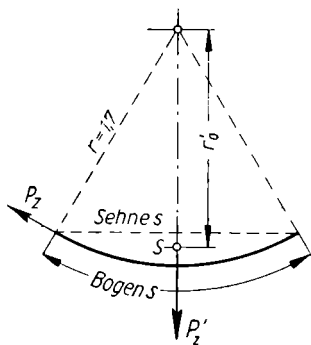

Bild 66
$$r'_0 = r \cdot \frac{\text{Sehne } s}{\text{Bogen } s} \text{ (Bild 66)} = 1,7 \text{ m} \cdot \frac{1,7 \text{ m}}{\frac{1}{6} \cdot 2 \cdot 1,7 \text{ m} \pi} = 1,624 \text{ m};$$
$$P'_z/2 = P_z \cdot \sin 30^\circ; \quad P'_z = P_z \text{ (Bild 66);} \quad \sigma_z = 61,5 \text{ kp/cm}^2.$$
91. Ein Riemenscheibenschwungrad hat 2900 mm Außendurchmesser und einen Kranzquerschnitt von den gegebenen Maßen; 6 Arme wie in Bild 66 der vorigen Aufgabe. Gesucht wird a) das Gewicht des Kranzringes bei einer Dichte $7,2 \text{ kg/dm}^3$ für Grauguß; b) der Schwerpunktabstand r des Kranzquerschnitts von der Achse